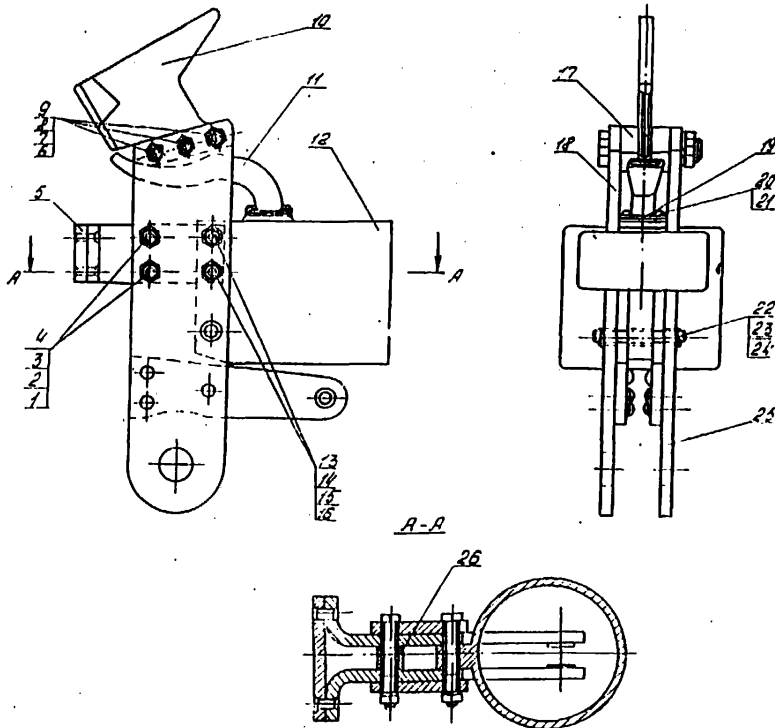

Рис. 5. Контактный нож:
- 04.3. Расшлинтовать и вынуть ось 22 (рис.5).